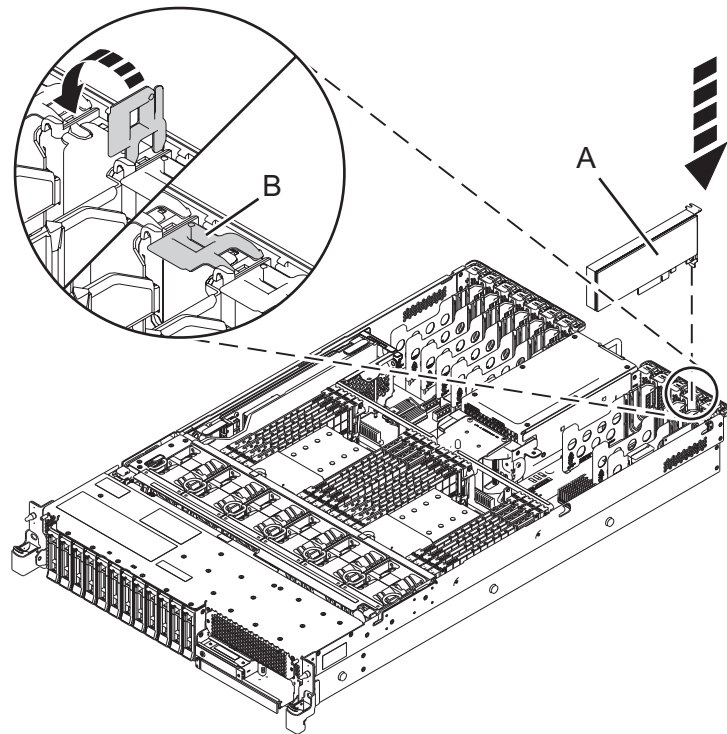

Figura 6. Instalar ou substituir um adaptador PCIe no sistema 5148-21L, 5148-22L, 8247-21L, 8247-22L, 8284-21A ou 8284-22A
8. Se a patilha do adaptador (**B**) na ranhura alvo não estiver na posição aberta, puxe a patilha para a posição aberta ao rodar a patilha para fora do respectivo clip na parte posterior do sistema, como demonstrado em Figura 6.
9. Agarre cuidadosamente o adaptador pela respectiva aresta superior ou contraponto e alinhe o adaptador com a ranhura e o respectivo conector no painel posterior do sistema (**A**), conforme demonstrado em Figura 6.
11. Para bloquear o adaptador na respectiva ranhura, rode a patilha do adaptador (**B**) na direcção demonstrada em Figura 6.